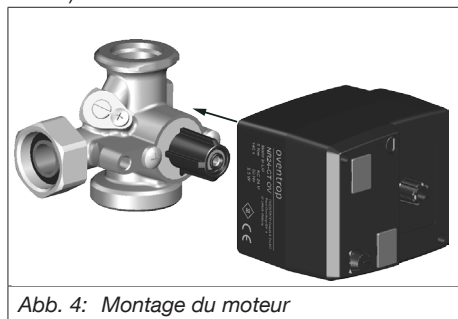

Abb. 4: Montage du moteur
4. Monter le moteur (position 3 sur la Abb. 1 auf Seite 31) sur l'adaptateur (voir Abb. 4 auf Seite 34).